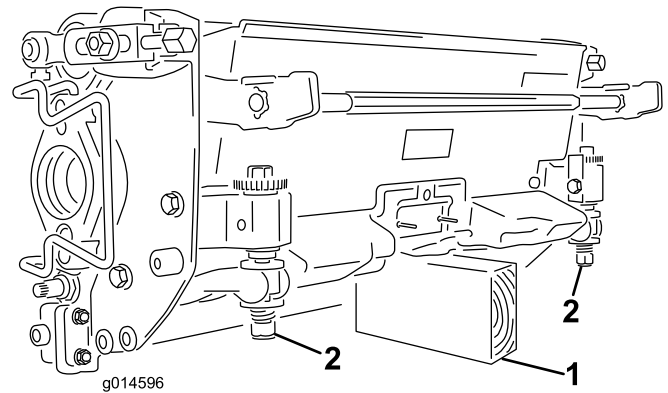

图42
**重要事项** 当您需要翻转滚刀组时应支撑住滚刀组的后部确保底刀架调节螺丝后端的螺母不会接触工作表面图42。